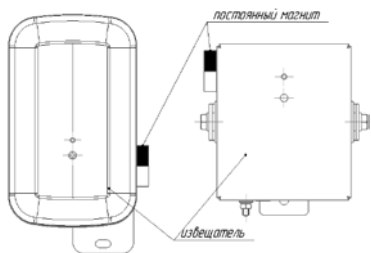

Рис. 4 – Место поднесения постоянного магнита для задания адреса извещателя
Командой «Программирование адреса устройства» можно задать адрес извещателя независимо от того, какой ему адрес присвоен на данный момент. Это может быть использовано в случае ошибочного назначения одинаковых адресов двум и более устройствам. Для этого с пульта или компьютера подать команду на программирование требуемого адреса. После чего в течение не более 5 минут к извещателю, который находится в дежурном режиме, поднести постоянный магнит к области (см. рисунок 4). При этом светоизлучатель извещателя переходит в режим непрерывного свечения. На пульте или компьютере отобразятся события о потере связи с устройством по старому адресу и о восстановлении связи с устройством по новому адресу. Если устройства имели одинаковый адрес, то сообщений о потере связи по старому адресу не будет.
2.4.4 Упрощённый контроль функционирования извещателя (без проверки оптической части) можно осуществить путём поднесения постоянного магнита к извещателю (см. рисунок 4). ПКУ «С2000М» или АРМ «Орион Про» должен выдать сообщение «Тест» или «Пожар», в зависимости от режима тестирования. Упрощённый контроль работает начиная с «С2000-КДЛ» версии 2.15 и «С2000-КДЛ-2И» v.1.15.